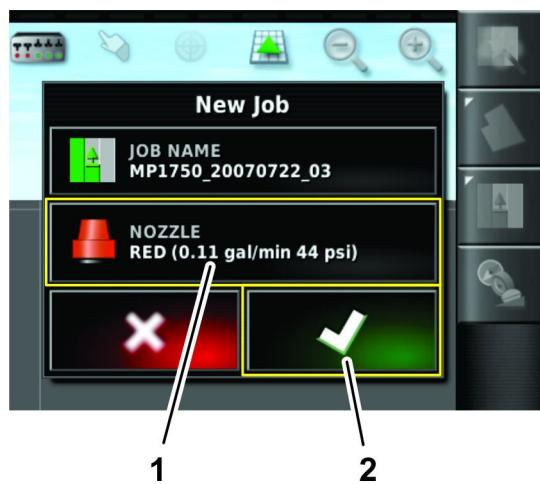

Figura 62
1. En el menú Nuevo trabajo, pulse el ícono de la boquilla (Figura 62).
2. Pulse el ícono de confirmación (Figura 62).
3. Pulse el ícono de confirmación (Figura 62).